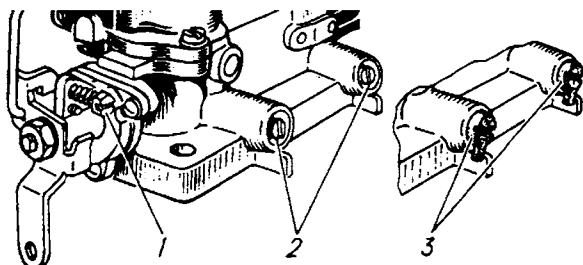

Рис. 3-14. Винты регулировки холостого хода
- ▲ снять ограничительные колпачки с винтов 2 (рис. 3-14.) состава смеси (винтов качества);